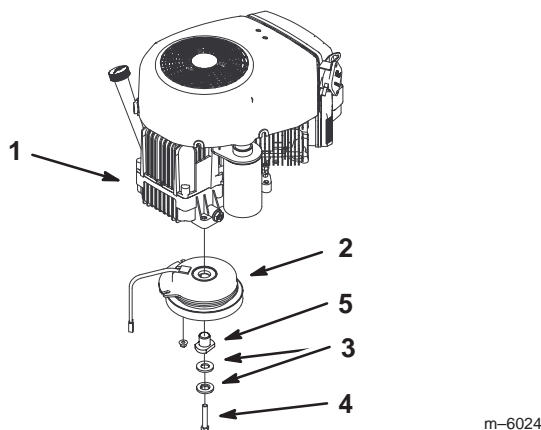

Figure 3
4. Déposez l'embrayage existant de la machine (Fig. 3). Mettez au rebut le boulon monté dans l'embrayage.
5. Déposez l'entretoise d'entraînement existante de l'embrayage (Fig. 3).